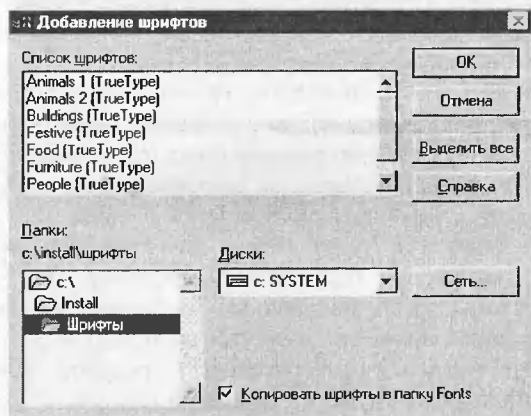

Рис. 1.28. Диалоговое окно *Добавление шрифтов*
- выбрать команду *Файл|Установить шрифт*. В результате откроется диалоговое окно, показанное на рис. 1.28;
Примечание: обычно шрифты поставляются на дисках, при этом на одном диске их может быть несколько сотен. Если сразу вставить компакт-диск в качестве источника, придется ждать несколько минут (а если шрифтов много, то и полчаса, и час), пока шрифты будут найдены и отображены в диалоговом окне *Добавление шрифтов*. Просмотреть шрифты в данном диалоговом окне невозможно, поэтому выбрать нужные шрифты таким способом будет очень сложно и долго. Чтобы ускорить процесс инсталляции шрифтов, рекомендуется предварительно отобрать понравившиеся шрифты, просматривая их непосредственно с компакт-диска (для этого достаточно дважды щелкнуть по имени шрифта в Проводнике) и скопировать их на жесткий диск в специально созданную папку (например, *Install\Шрифты* (см. рис. 1.28)). После того, как все нужные шрифты будут скопированы, можно вызвать диалоговое окно *Добавление шрифтов*, открыть эту папку, нажать кнопку *Выделить все* и нажатием кнопки *ОК* установить выбранные шрифты. После установки шрифтов папку со шрифтами можно удалить. Этот способ позволит значительно сократить затраты времени на поиск и установку шрифтов.